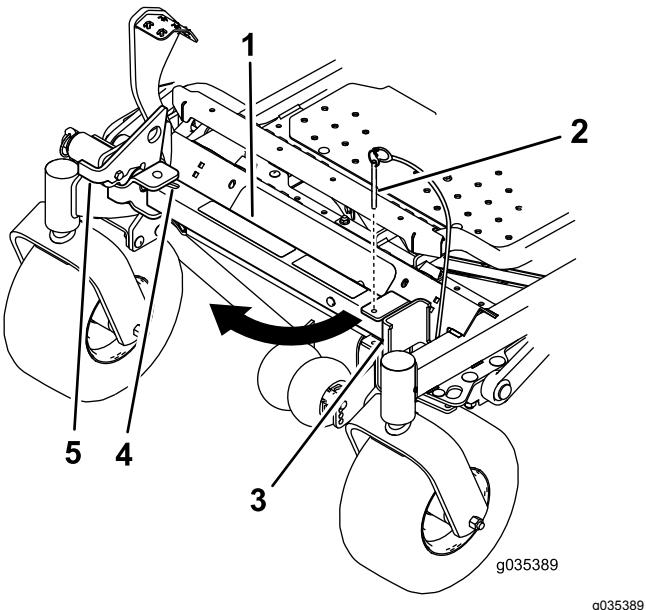
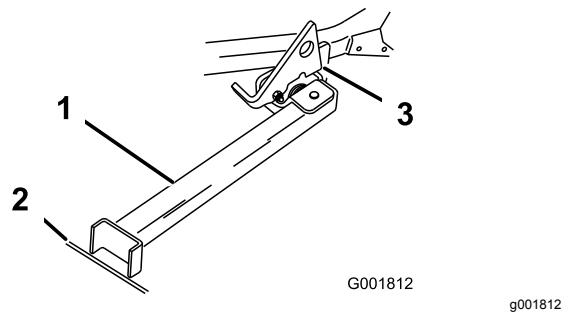

Figura 44
Figura 45
2. Retire o pino do suporte (Figura 44).
4. Rode o pé do apoio e deslize-o em direção à máquina, no fundo da ranhura (Figura 44 e Figura 45).
5. Coloque o pé do apoio no terreno e pouse o trinco na patilha rotativa (Figura 45).
**Nota:** Para obter melhores resultados, coloque o pé do apoio nos passeios ou na relva (Figura 45).
7. Conduza a máquina para o apoio. Pare quando o trinco passar pela patilha para posição bloqueada (Figura 45).
5. Coloque novamente o apoio na posição de descanso (Figura 44).